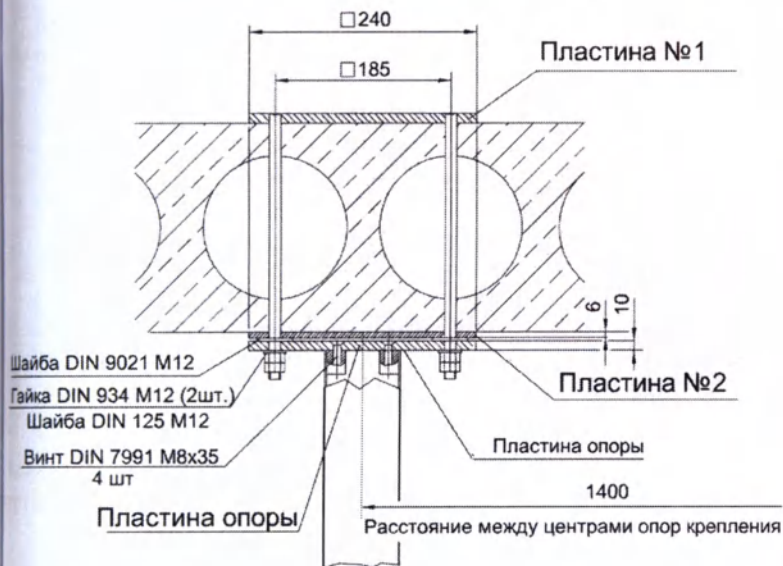

Рис. 5 Крепление опор крепления консоли к потолочному перекрытию
- 7.4. Для обеспечения горизонтальности корпуса консоли используются уравнивающие шайбы DIN 9021 M12 (см Рис. 5)